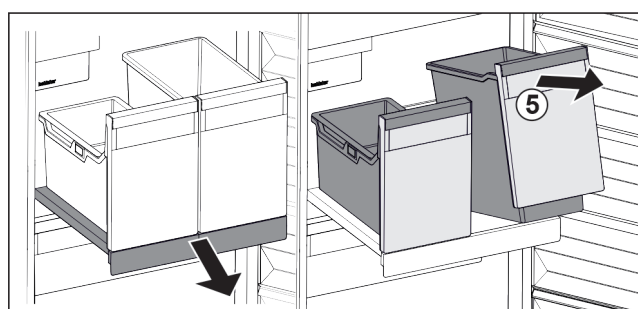

Fig. 100
- Bak Fig. 100 (5) aan voorzijde optillen.